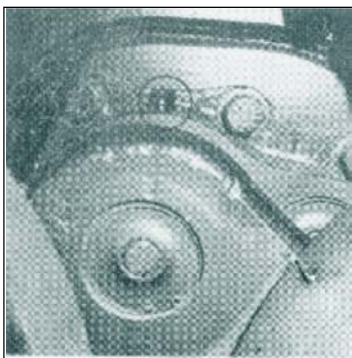

Fig 6-2. Graxeira do braço de apoio
(1) são em número de sete de cada lado da VBC. As extremidades das barras de torção estão alojadas de um lado no braço da roda de apoio, e do outro lado, em um suporte fixo no chassi, denominado âncora;
(2) um revestimento de proteção impede a deterioração prematura da superfície, bem como, em caso de quebra, que seus estilhaços venham a prejudicar o funcionamento de outros componentes da viatura;
(3) as barras de torção de um mesmo lado são intercambiáveis, os braços de apoio possuem um rolamento e uma graxeira, que deve ser engraxada com GAM. (Fig 6-2)